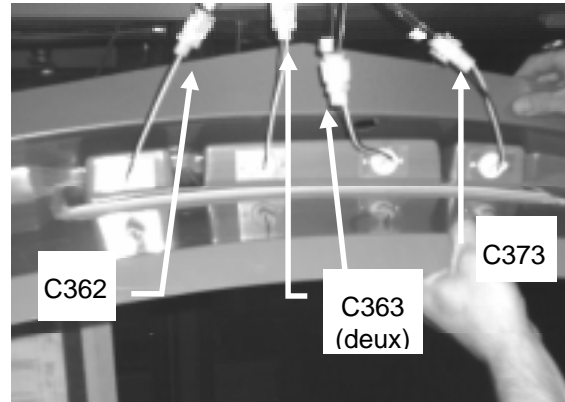

FIGURE 28
9. S'il y a seulement trois (3) connecteurs pour les indicateurs lumineux (la Fig. 28 démontre les connecteurs) du plafond de transition, installer le connecteur C373 comme suit:
23. Brancher les connecteurs des indicateurs lumineux comme démontré à la Figure 28.